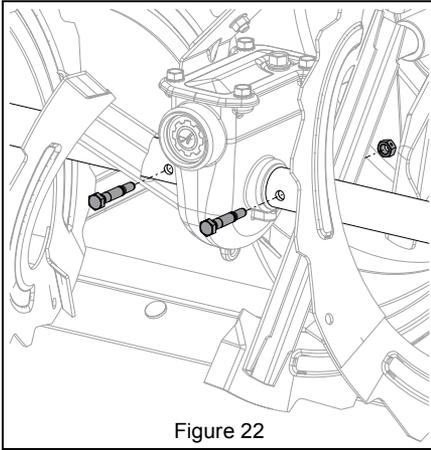

Figure 22
1. Retirer les écrous de vis à tête cassante et les boulons. Voir Figure 22.
Voir Figure 22.